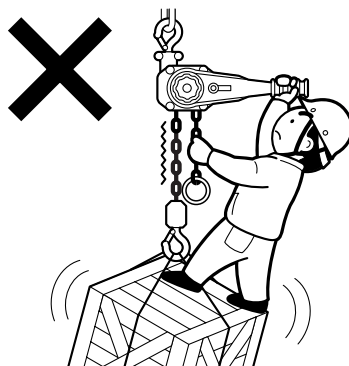

図5
- (7) つった荷には人は乗らないでください。また、人の乗る用途に絶対を使用しないでください。図5
- (8) つり荷の反転作業は、専門知識のある人以外絶対に行わないでください。
- (9) 地球づりしないでください。
- (10) 操作中は荷から気をそらさないでください。
- (11) 巻上げ過ぎ、巻下げ過ぎはしないでください。
- (12) つり上げた荷を長時間放置しないでください。
- (13) つり上げた荷を短時間保持するときは、必ず切換えつめをUP(巻上げ)の位置にしておいてください。
- (14) フックに荷を掛けるときは、必ずフック中心の正しい位置に掛けるように使用してください。